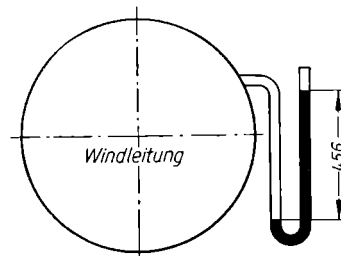

Bild 213
28. An einer **Hochofenwindleitung** wird am Hebermanometer ein Überdruck von 456 Torr gemessen (Bild 213). Wie groß ist a) der Überdruck in technischen Atmosphären (Aufg. 18), b) in kp/m^2 , c) der absolute Winddruck, wenn der Barometerstand der äußeren Luft 775 Torr beträgt?